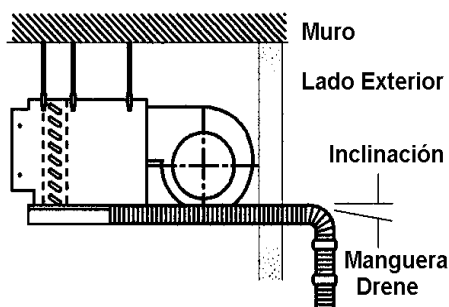

Figura 15
3. Para drenar el sistema de forma adecuada, la tubería de drene debe tener una inclinación hacia abajo a razón de 1:50 mínimo para evitar fugas. La Figura 15 muestra la unidad en posición de montaje en el techo.